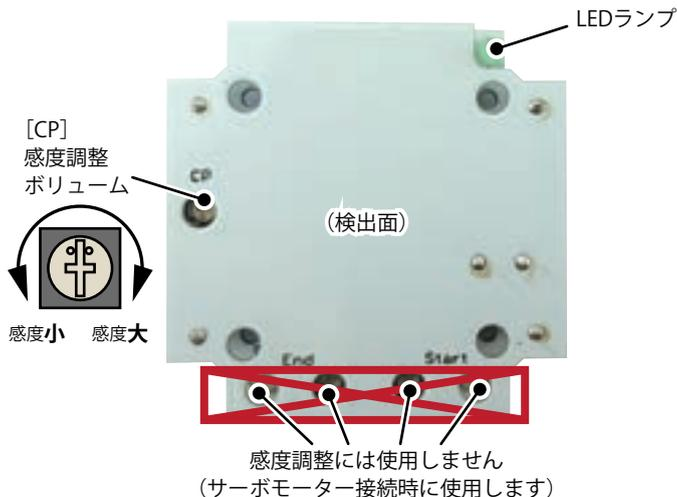

図4 感度調整ボリューム
- ・ケース上部を外した状態で電源を接続し、安定のため1分程度待ってから、基板内の図4に示す場所にある感度調整ボリューム[CP] (基板に空いている穴の下にある、+状の溝のついた部品)を回転させてください。